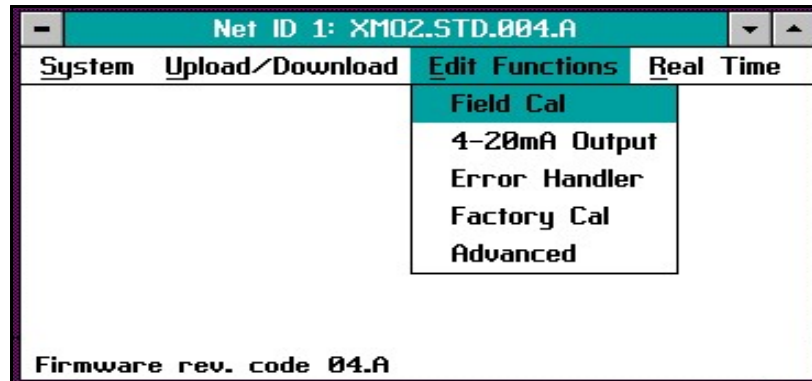

Figura 13: Janela Cal de Campo
3. Clique na opção *Cal Campo*. Na janela *Cal Campo* (mostrado em *Figura 13 na página 30*), clique no botão *Configurar Cal*.
Os três seguintes botões aparecem à direita de todas janelas de menu (consulte *Figura 13 na página 30*):
Quando você seleciona a opção *Cal do Campo*, uma janela similar a uma em *Figura 13* abre.
**Nota:** *Clique no botão Próximo Item/Enter seleciona a opção listada na linha de status acima dos botões de opção (Desempenhar Cal em Figura 13 acima). A opção listada na linha de status em qualquer janela é a opção que foi escolhida na última vez que o menu foi usado.*